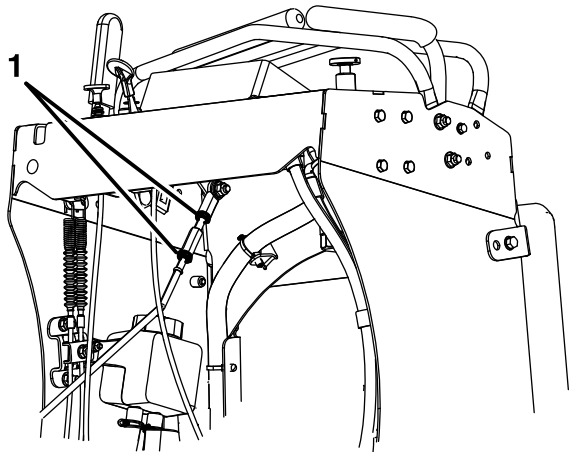

Figura 47
- A. Deje que las palancas de control vuelvan a punto muerto y afloje las dos contratuercas del acoplamiento de ajuste hexagonal (Figura 47).
- C. Apriete las contratuercas (Figura 47).